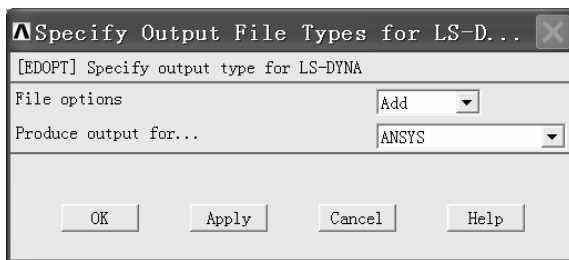

图 10-111 “Specify Output File Types for LS-D...”窗口
(2) 在“Solution Time for LS-DYNA Explicit”窗口中“[TIME] Terminate at Time:”后的方框中输入“0.0045”，然后单击该窗口中的“OK”按钮。
(3) 依次选择 Main Menu>Preprocessor>Solution>Output Controls>Output File Types，弹出“Specify Output File Types for LS-D...”窗口（见图 10-111）。